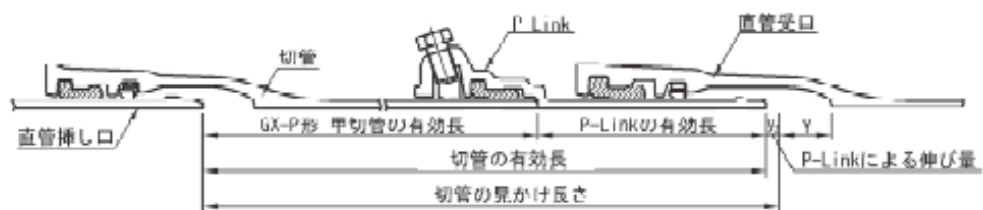

図4-16 P-Link を用いた切管有効長
(1) P-Link を用いる場合(直管受口に接合)
- ① P-Link を含めて1本の切管として使用するため切断箇所は、図4-16、表4-10を考慮して切断箇所を決定すること。なお、切断後、端面の面取りをして、ダクトイル鉄管切管鉄部用塗料を塗布するか、若しくはGX形端面防食用ゴムを使用して補修すること。